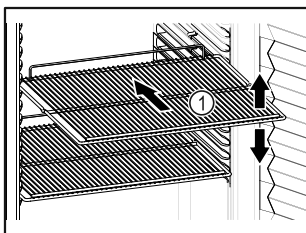

Fig. 57
- 如果存放格栅 Fig. 57 (1)可移动，则根据高度进行调整。